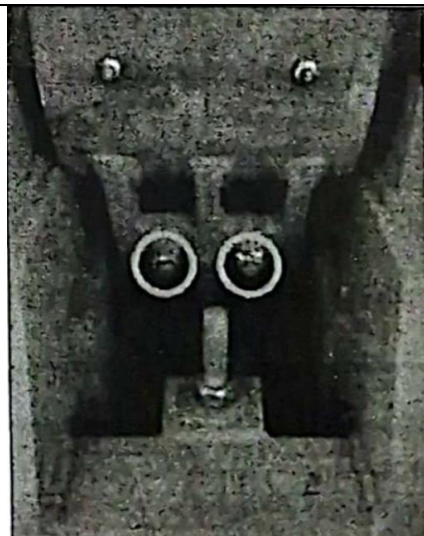

Figura 1.4 Puntos de engrase de las levas.
PASO 3: Ubicar los puntos de engrase de las levas, mostrando en la Figura 1.4 y lubricar con el mango de presión graseras.